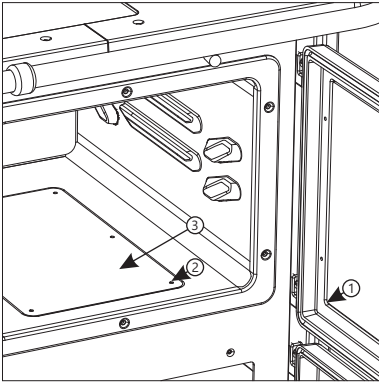

Abbildung 10
Reinigung des Kanals für den Durchfluss der gasförmigen Verbrennungsprodukte unter dem Ofen (Abbildung 10) - den Raum des Ofens öffnen (1), 6 Schrauben abschrauben (2) im Boden des Ofens den Deckel vom Boden des Ofens entfernen (3). Mit dem Hilfszubehör Ablagerungen von Ruß vom Boden des Herds und unter dem Boden des Ofens entfernen. Nach der Reinigung den Decken des Bodens im Ofen in die ursprüngliche Position zurückanbringen und mit Schrauben an den Boden des Ofens befestigen.